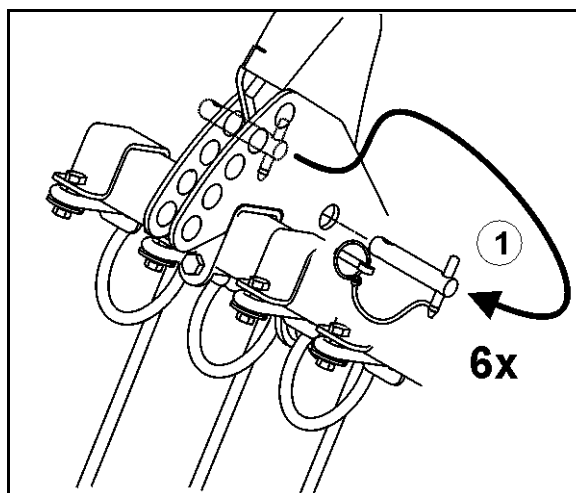

Fig. 32
3. Koble fra hekkharven med bolten (Fig. 32/1) i transportstilling, og sikre med splinten. Bruk justeringsbolten.